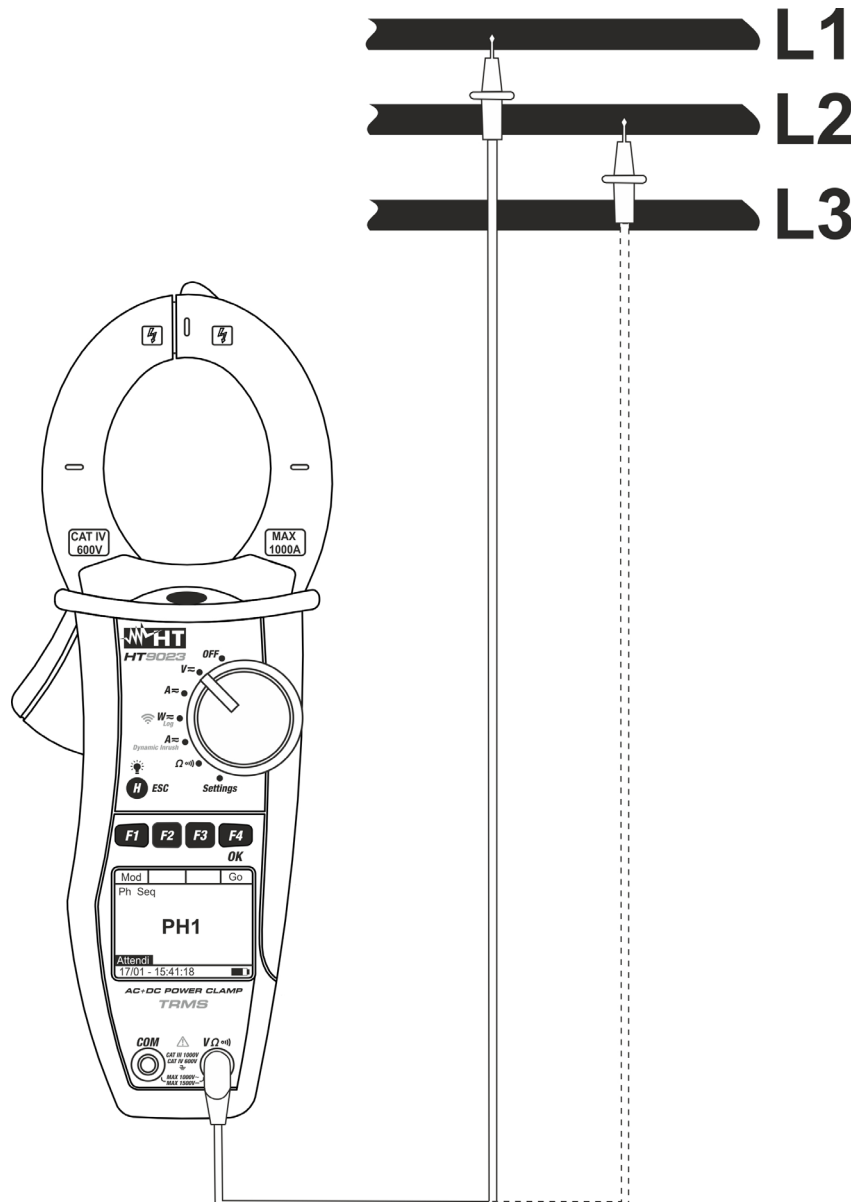

Fig. 7: Verifica del senso ciclico delle fasi
4. Inserire il cavo rosso nel terminale di ingresso $V\Omega$) e posizionare il puntale sulla fase L1 del circuito in esame (vedere Fig. 7)
7. Lo strumento mostra il messaggio "PH2" e attende il rilevamento della fase L2. Collegare il puntale rosso alla fase L2 (vedere Fig. 7)